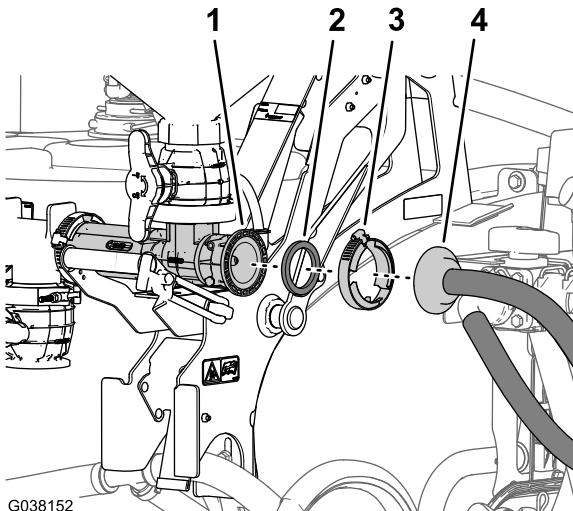

图9
- 卸下将清洁加药器供水软管的法兰软管倒钩固定至清洁加药器入口法兰的法兰夹具 图9。
- 从清洁加药器上卸下法兰软管倒钩和垫片 图9。